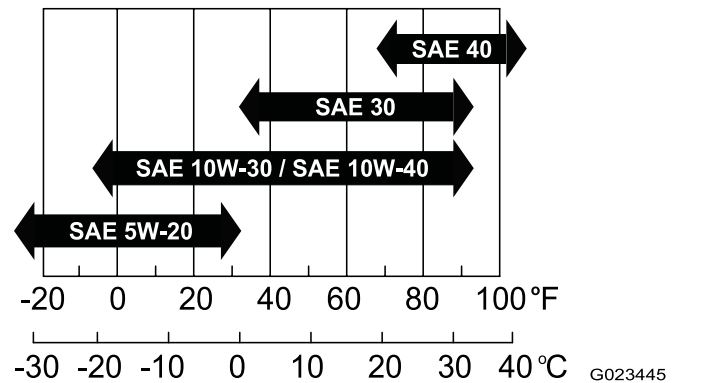

图37
- **粘度：** SAE 30；请参阅下表了解其他粘度（图37）：